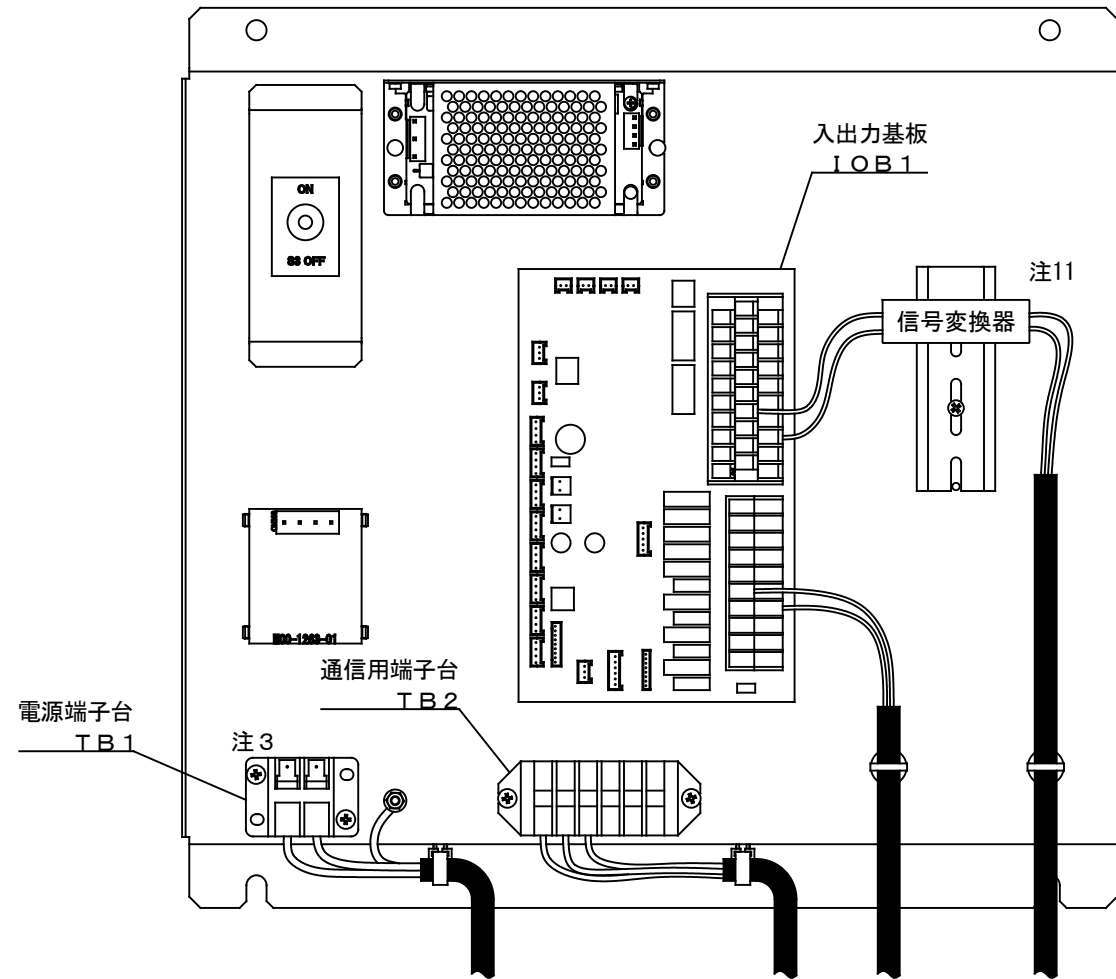
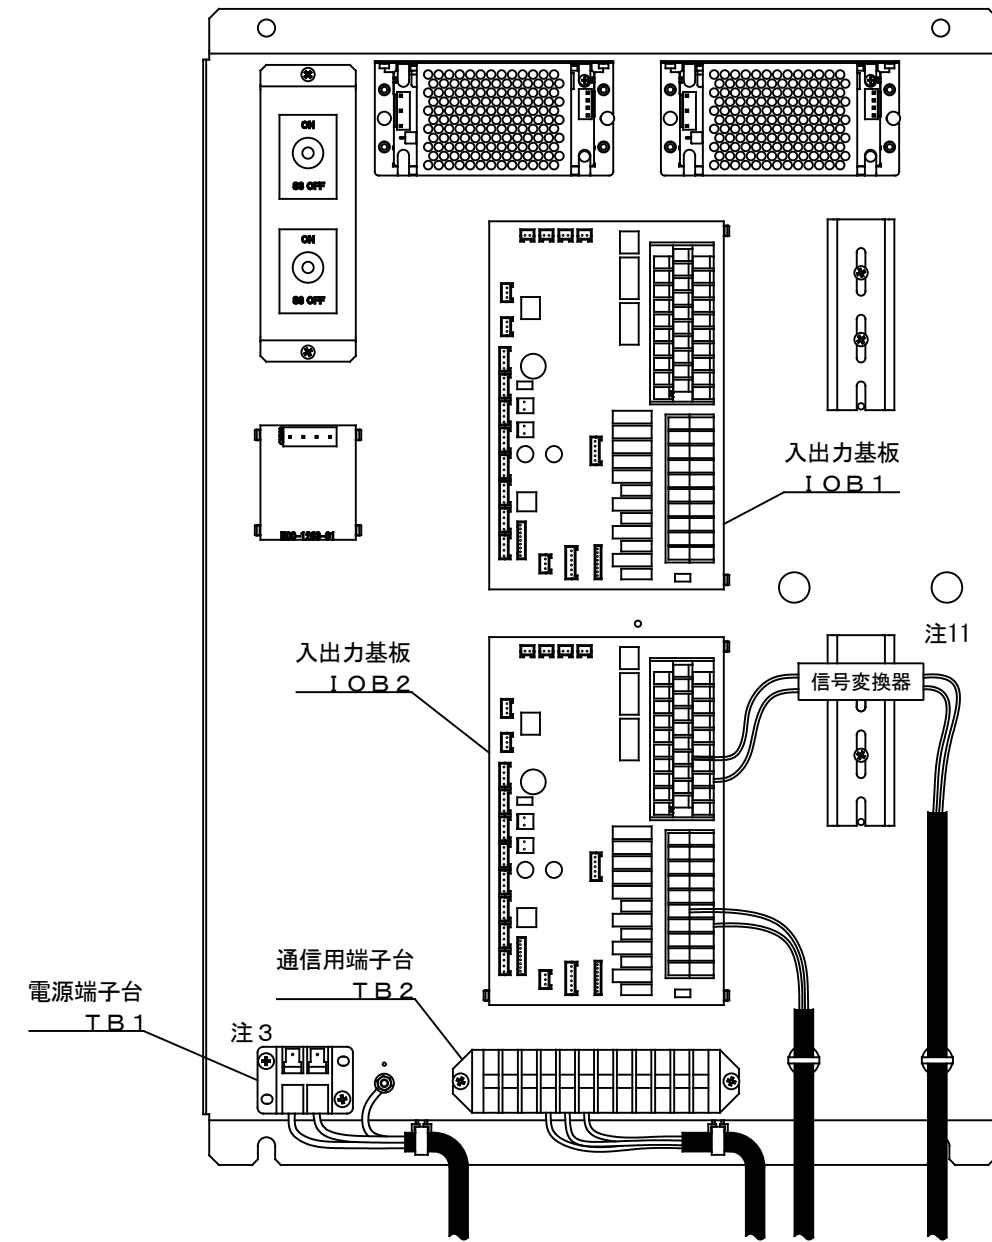

図1 電源線配線例
図2 電源線配線例
- 注9. 電源線、通信線はコントローラ下部に設置されたTB1、TB2へ配線してください。信号線はコントローラ下部より導入し、入出力端子台（IOB1）の端子台GT1及び、GT2へ配線してください（図1、図2）。
- 注11. 信号変換器やアイソレータ等のDINレール対応器機は、備え付けのDINレールを使用し取り付けすることができます（図1、図2）。